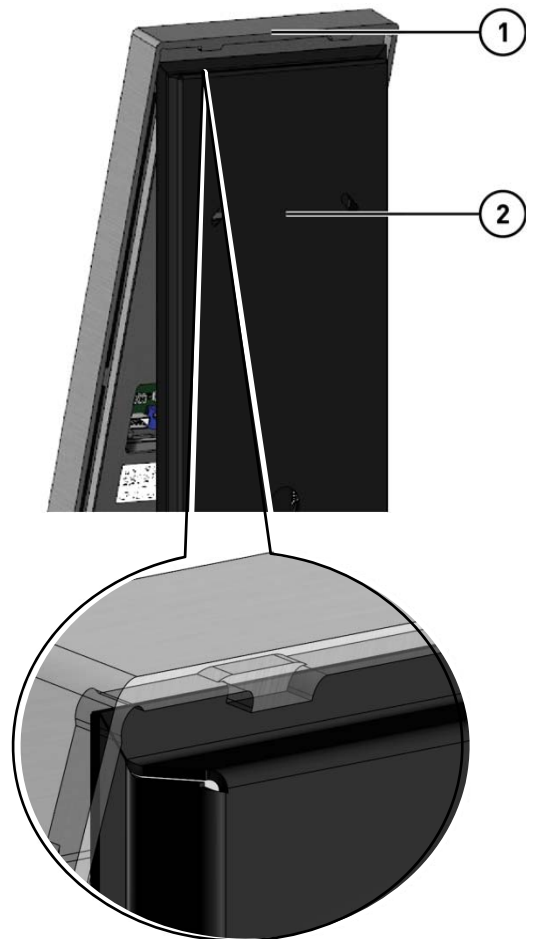

Abb. 9: Montage Oberschale
- ▶ Setzen Sie die Oberschale **(1)** auf die Unterschale **(2)** auf (Abb. 9). Die Haltewinkel müssen über die obere Kante der Unterschale greifen.